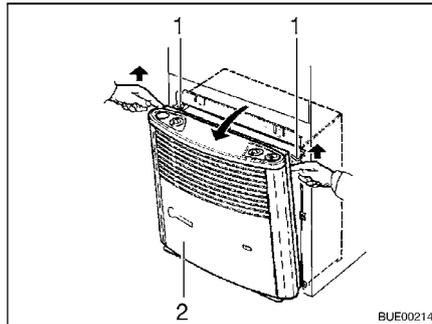

Bild 117 Heizungsverkleidung abnehmen
- Heizungsverkleidung (Bild 117,2) abnehmen. Dazu die Verkleidung oben nach vorn ziehen, Haltefedern (Bild 117,1) seitlich nach oben drücken und Verkleidung nach vorn klappen.